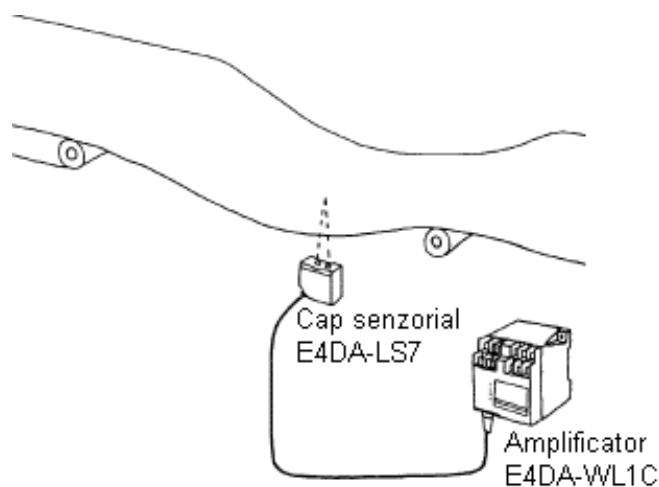

Fig.14
1.5.2. Măsurarea încovoierii hârtiei aplicație (fig.14):